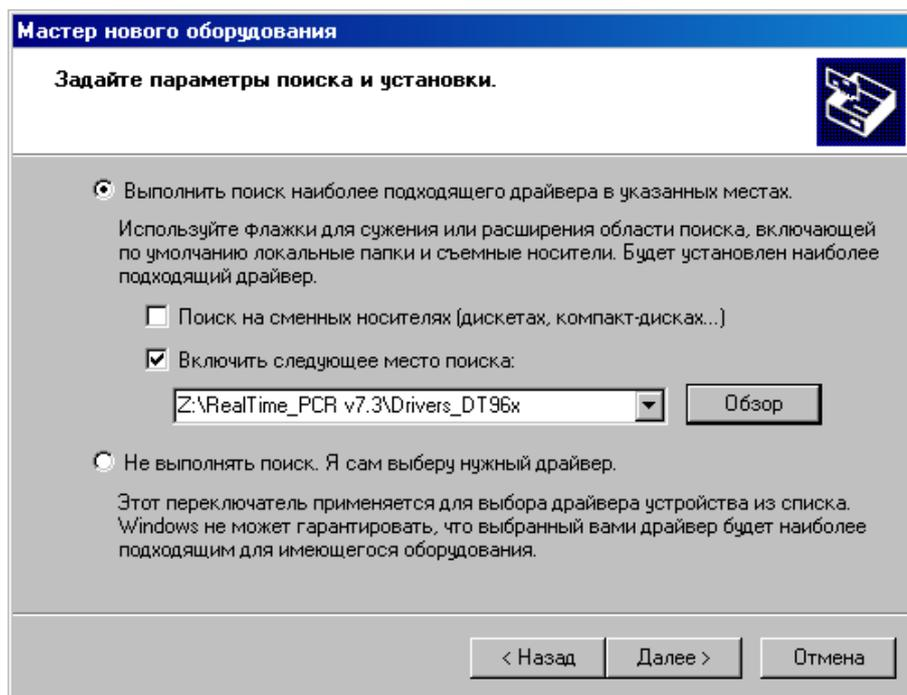

Рис.8. Поиск папки Drivers_DT96x на компакт-диске
- В окне задания параметров поиска и установки (Рис.8) укажите путь к папке с драйвером для чего поставьте галочку в окошке **Включить следующее место поиска** и нажмите кнопку **Обзор**.
- Убедившись, что путь к папке с драйвером в окне (Рис.8) указан правильно, нажмите кнопку .